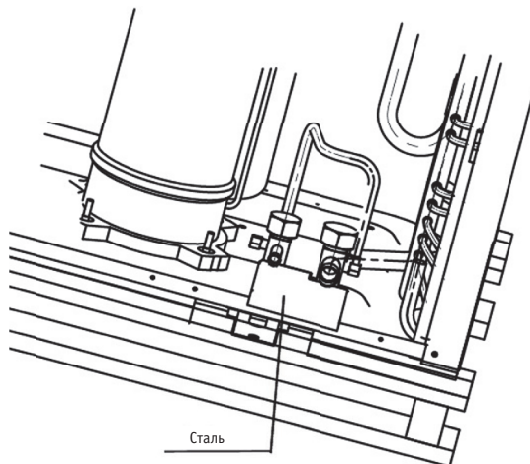

Рис. 2-7
- 4.1 Переходник для трубы хладагента расположен внутри наружного блока. Если труба присоединяется с передней стороны, ее можно вывести через правую переднюю панель. (См. рис. 2-7 и 2-8). Сначала снимите левую переднюю панель. (Отверните три винта М5).